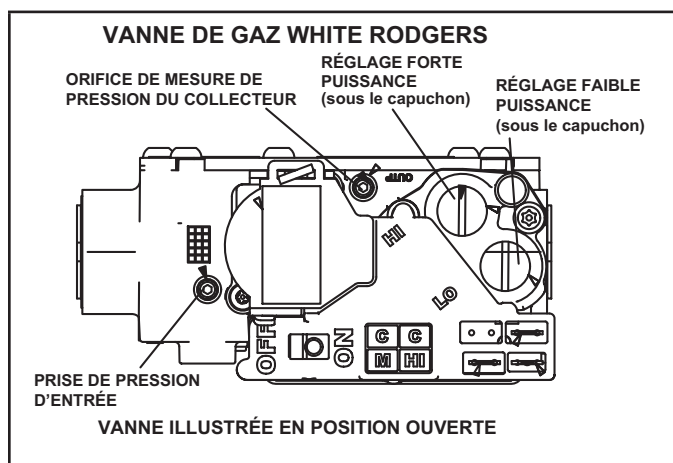

Figure 66
### Fonctionnement de la vanne de gaz (Figure 66)
- 8 - Mettre l'interrupteur de la vanne de gaz sur «ON». Voir Figure 66.
Une connexion située sur la vanne de gaz permet d'accéder à la pression d'alimentation. Voir Figure 66. Dévisser la vis à tête hexagonale de 3/32 d'un tour, brancher un tube de 5/16 po et brancher un manomètre pour mesurer la pression d'alimentation. Voir le TABLEAU 21 pour la pression de la conduite d'alimentation.
Une connexion située sur la vanne de gaz permet d'accéder à la pression du collecteur. Voir Figure 66. Dévisser la vis à tête hexagonale de 3/32 d'un tour, brancher un tube de 5/16 po et brancher un manomètre pour mesurer la pression du collecteur.